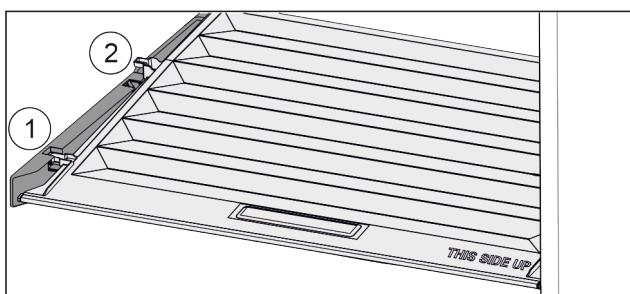

Fig. 128
- Потянуть крышку до отверстия в поддерживающих деталях вперед Fig. 128 (1).
- Поднять сзади снизу и извлечь Fig. 128 (2) движением верх.